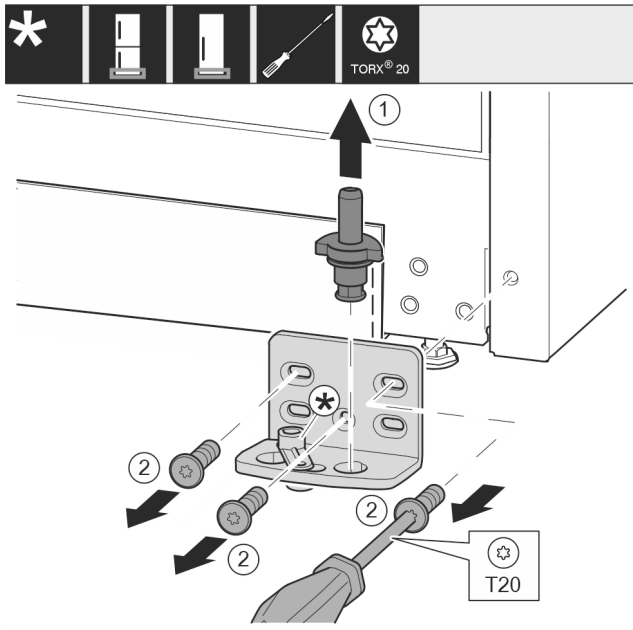

Fig. 18
- Retirer entièrement l'axe de palier Fig. 18 (1) par le haut.
- Desserrer les vis Fig. 18 (2) avec un tournevis et retirer le support de palier.